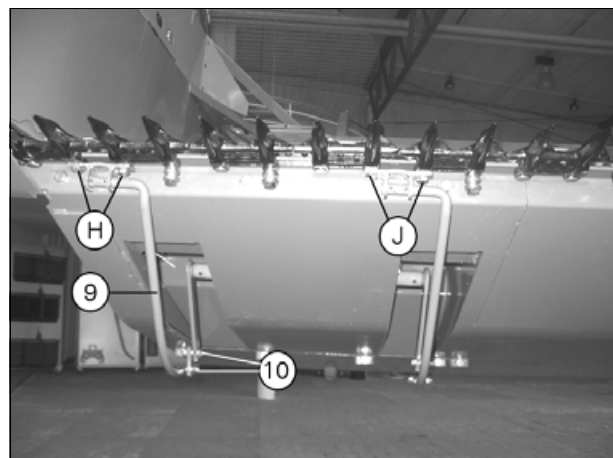

Рис. 7.
10. Предварительно затяните все болты на тягах. Затем ослабьте их на четверть оборота и затяните стопорные гайки, см. (рис. 7).